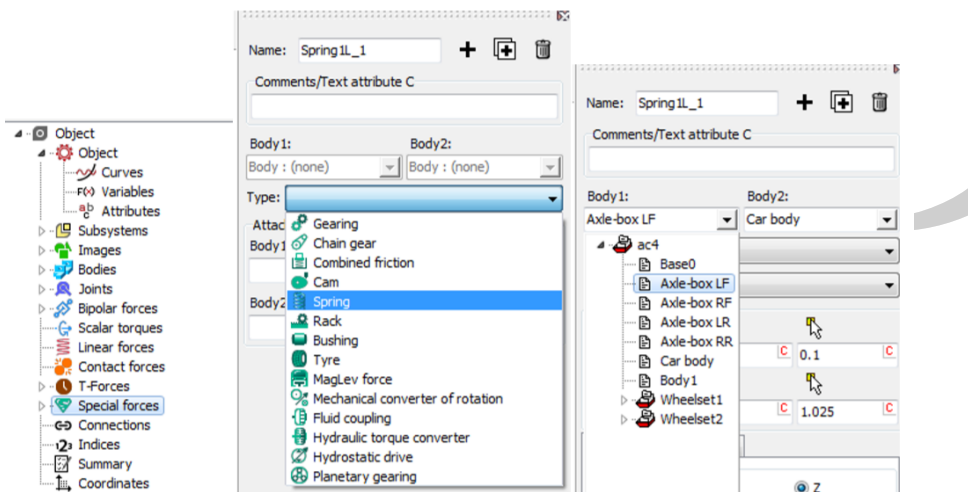

图 2.19
1. 在左侧模型树选中 **Special forces**, 点击右侧的 **+**按钮, 添加一个力元, 重命名为 **Spring1L_1**, 从 GO 下拉菜单中选择 **Spring** 类型, 如图 2.19 所示。